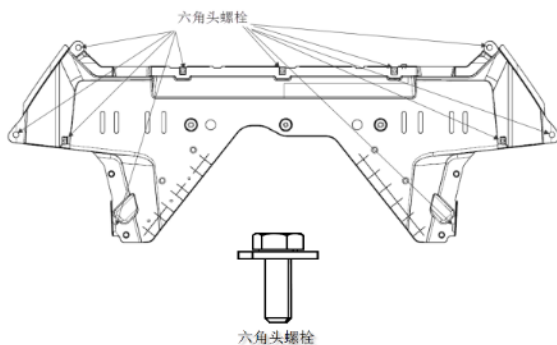

图 2-16
- (1) 用十字螺丝刀，拆除发动机挡泥板与前保险杠下护板、前轮挡泥板连接的 11 个六角头螺栓，如图 2-16 所示；